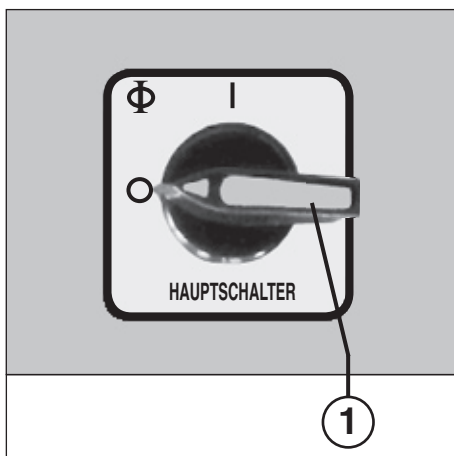

Abb. 1
BEDIENUNGSELEMENTE (Abb. 1, 2 und 4):
- 1 = Hauptschalter (Not-Aus) (Abb. 1)**